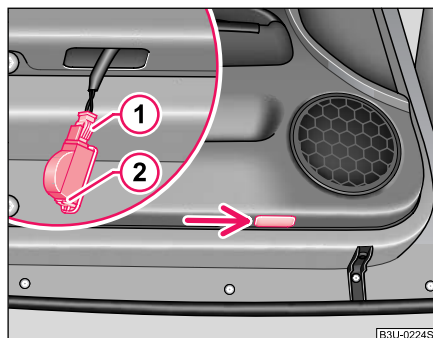

Fig. 191 Partea de jos a ușii: lampa
- Introduceți o șurubelniță mică în fanta de lângă lampă ⇒ Fig. 191 și scoateți lampa cu atenție.
- Scoateți ștecărul ①.
- Apăsați arcul capacului ② și scoateți capacul.